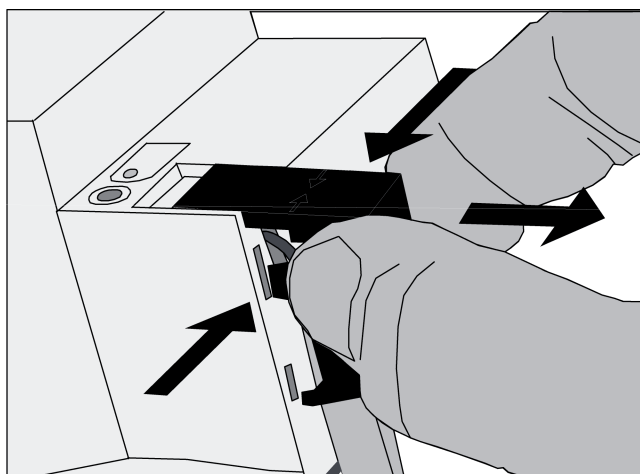

Figure 8: Retrait du capuchon de protection
- Pousser latéralement le capuchon de protection et le retirer (figure 8).